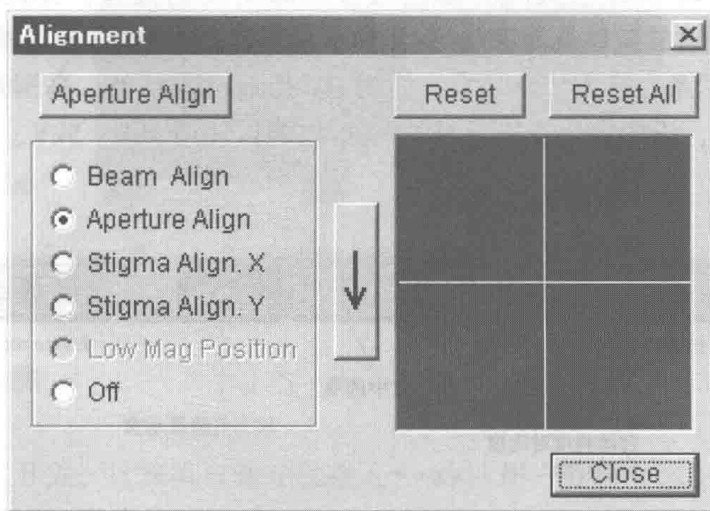

图 1-1-7 对中（Alignment）对话框
**4. 对中调整** 改变加速电压和电流，使用操作台进行对焦或者消除象散操作时图像比平常较暗，或在高倍聚焦发生漂移时（左右或上下移动），需要进行对中调整（图 1-1-7），方法如下。